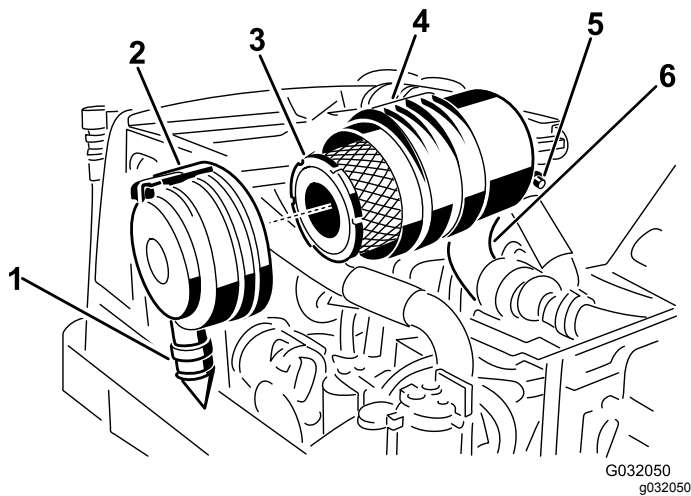

Figura 48
2. Retire el filtro primario (Figura 48).
las posiciones de las 5 y las 7, visto desde el extremo y cierre el enganche (Figura 48).
3. Cambie el filtro primario (Figura 48).